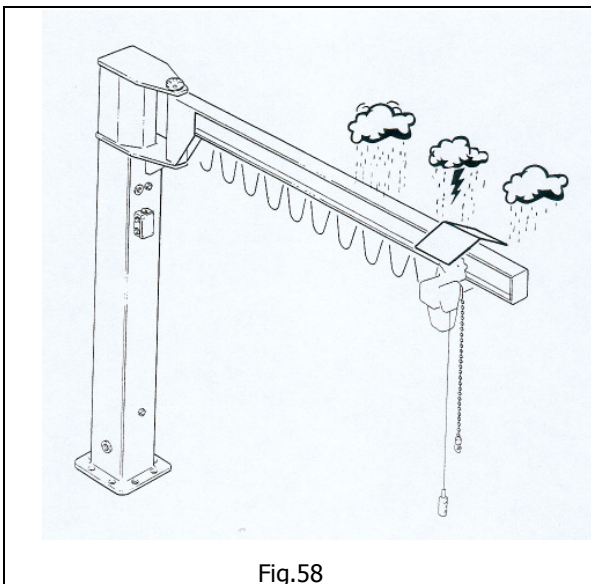

Fig.58
- **utilisation à l'extérieur:** les potences peuvent être exposés aux éléments pendant et après utilisation. Les éléments de levage et de translation doivent être fournis avec une protection IP55, il est également recommandé de protéger palan et chariot avec des capotages (fig. 58). Pour éviter l'oxydation des éléments structurels il faut des traitements appropriés et lubrifier les mécanismes de rotation. Utilisation des potences en extérieur est autorisée en l'absence de conditions météorologiques exceptionnelles, qui peuvent provoquer des mouvements involontaire de la charge, telles que de fortes pluies, neige, vent fort orage, etc.